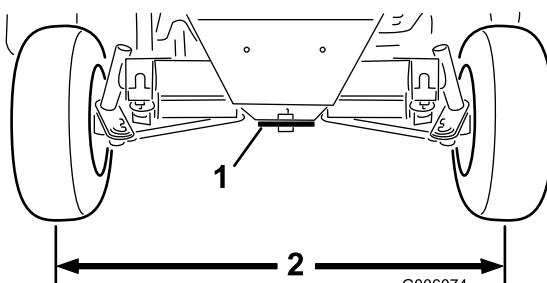

Figura 62
2. Ajuste ambas as barras transversais até que distância centro a centro à frente e atrás das rodas traseiras seja a mesma (Figura 62).